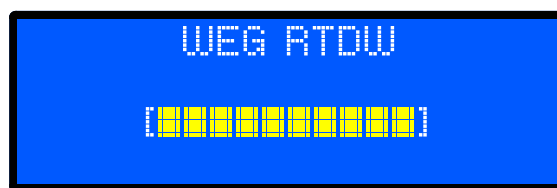

Figura 6.1: Barra de inicialização da eletrônica do produto
- **Alimentação CC da bateria:** esta função é chamada de “DC-Start”; com ela, a eletrônica do produto será alimentada pela tensão CC da bateria. Para essa inicialização, os cabos de alimentação das baterias devem estar conectados ao produto, o disjuntor de bateria Q2 deve estar ligado e a tensão do banco de bateria deve atender os valores mínimos apresentados na Tabela 6.1 na página 6-1. Na IHM, pressione e segure a tecla **On** por alguns segundos, até que a barra de inicialização esteja totalmente carregada, como mostrado na Figura 6.1 na página 6-1.